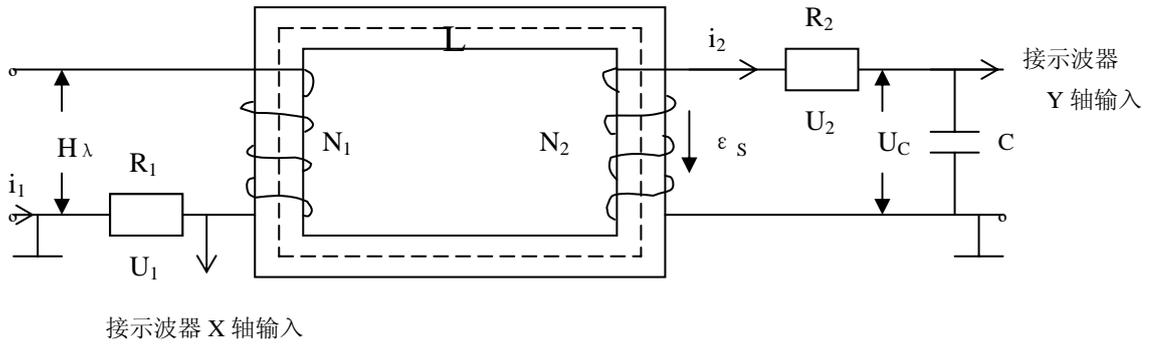

图 4
怎样才能使示波器的 X 轴输入正比于 H , Y 轴输入正比于 B 呢? 图 4 为测试磁滞回线的
$$\text{由图 4 副边的回路方程式} \quad \varepsilon_s = i_2 R_2 + u_c \quad (6)$$